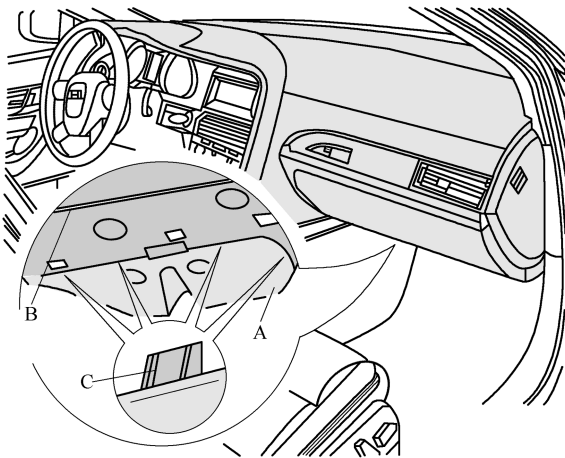

图 5-2-2 盖板的拆下示意图
1) 从杂物箱 B 的下部盖板上拆下盖板 A, 如图 5-2-2 所示。